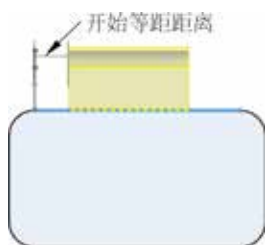

图 5.37 开始等距距离
-  (开始等距距离) 按钮：用于设置斜接法兰开始位置与截面之间的间距，如图 5.37 所示。